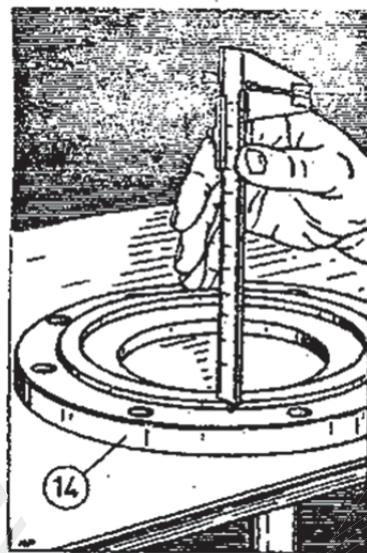

Рис. 3-3. Измерение высоты подключения крышки
5. Померить штангенциркулем высоту подключений в обеих крышках /поз. 14/. Суммировать эти величины и обозначить "Б" /рис. 3-3/.